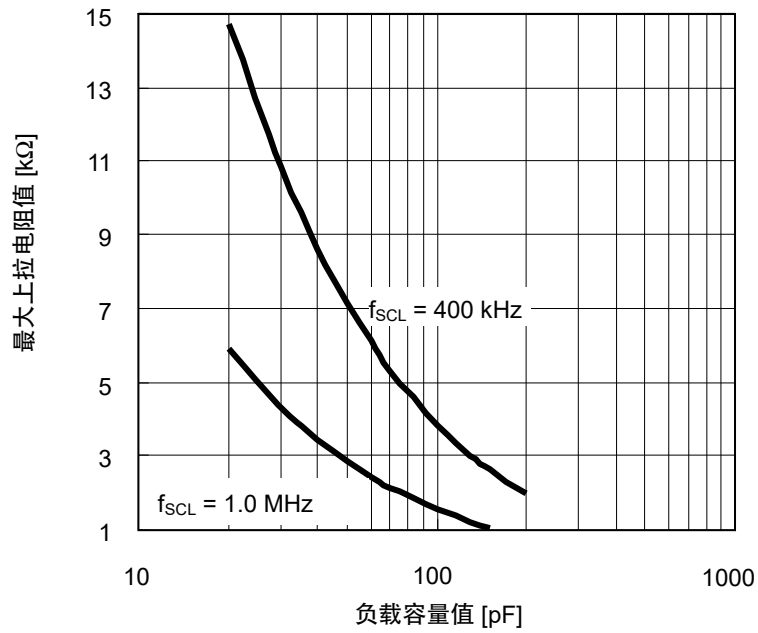

图11 输出负载
*1. 由于SDA端子的输出方式是N沟道开路漏极输出，所以SDA输出延迟时间由IC外部的负载电阻值、负载容量值来决定。输出负载的关系如图11所示。